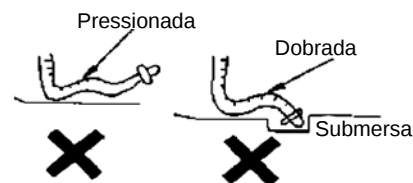

Figura 3
2. Não dobre ou pressione a mangueira, nem permita que a extremidade final fique submersa na água (figura 3).